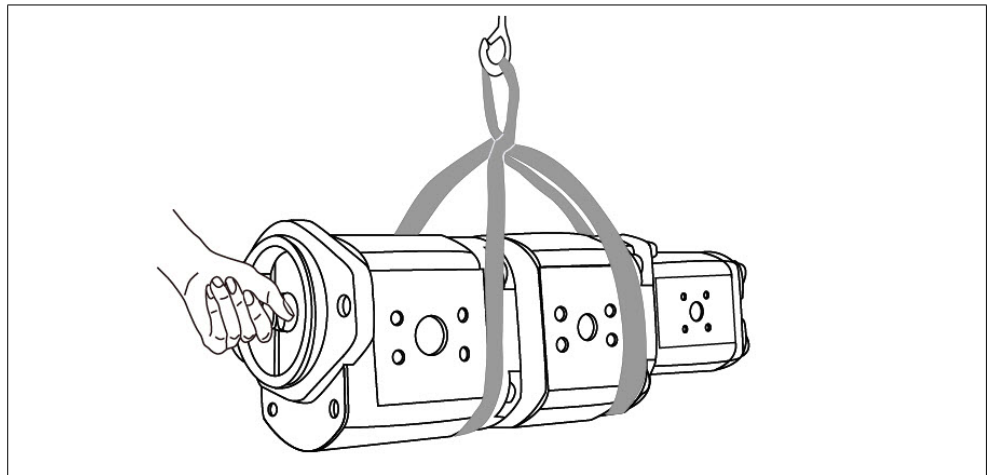

Fig. 5: Transporte con cinta de elevación
- ▶ Coloque la cinta de elevación alrededor de la unidad a engranajes con dentado exterior de modo que la cinta no pase por encima de piezas de montaje (por ejemplo: válvulas), ni la unidad a engranajes con dentado exterior quede suspendida por las piezas de montaje (véase la fig. 5).